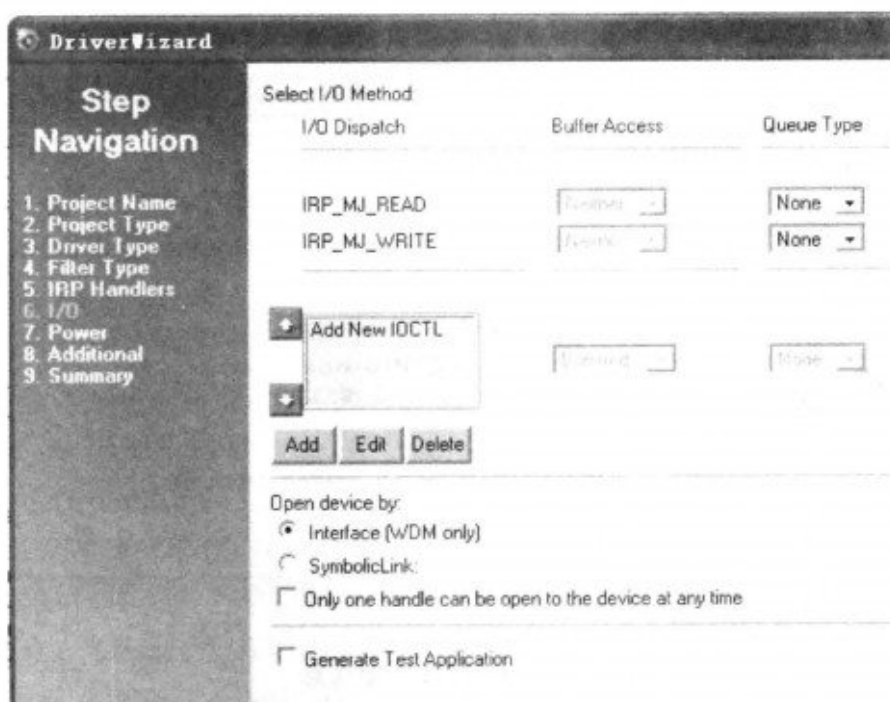

图 10.2.6 配置 I/O 管理
(6)配置 I/O 管理。如果你有应用程序需要访问该过滤驱动(例如捕捉经过该过滤驱动的数据,或者直接控制设备等),在这里可以添加新的 IoControl 代码。我们这里不需要添加,仅是改变一下发送或返回数据。Only one handle can be open to the device at any time 和 Generate Test Application 都不用勾选,如图 10.2.6 所示。